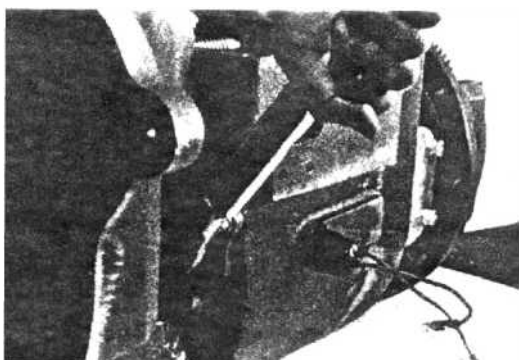

Рис. 3-26
(5) После установки головки рычага переключения передач спереди в коробку передач крутящий момент составляет 7,8–17,6 Н м (0,8-литровый 1,8 кг м). Затяните стопорный болт моментом затяжки 3,7–23,5 Н м (1,4–2,4 кг м). Затяните и закрепите гайку (рис. 3-26, 3-27).